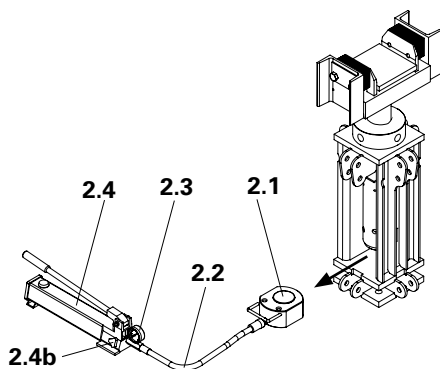

Fig. 28
3. Rimuovere il cilindro idraulico dall'albero di testa VST. (Fig. 28)